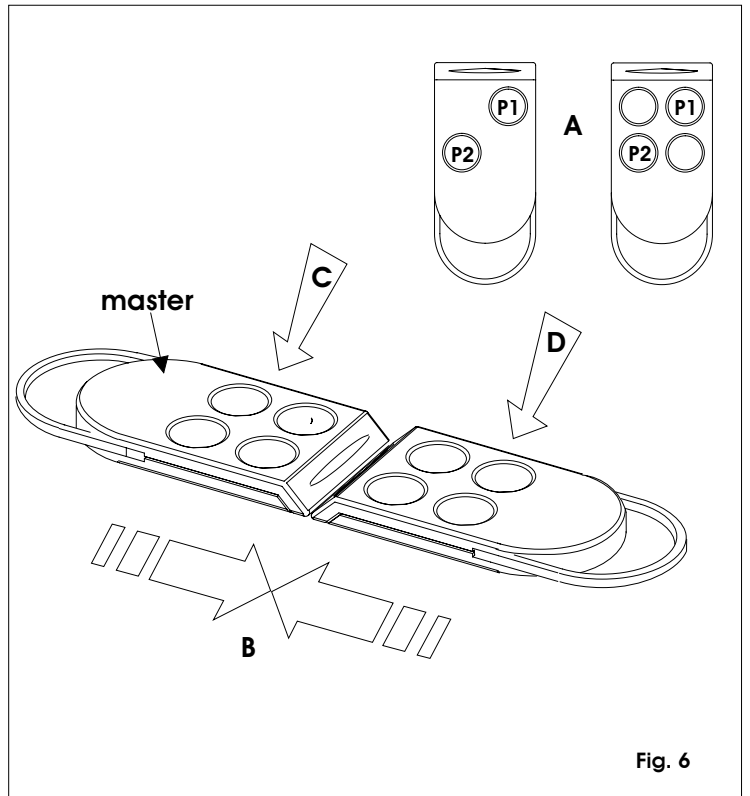

Fig. 6
- 1) Gleichzeitig die Tasten P1 und P2 des für die Kodierung der Anlage verwendeten Sende (Abb.6 Bezug.A) drücken und diese loslassen, wenn die LED-Diode aufleuchtet (nach ca. einer Sekunde).
- 2) Den Sende-Master **frontal an das zu kodierende Sendegerät heran schieben**, bis diese sich berühren (wie in Abb. 6 Bezug.B).
- 3) Auf dem Sende-Master (Abb. 6 Bezug.C) die Taste des für die Anlagenkodierung verwendeten Kanals drücken und gedrückt halten: die LED-Diode leuchtet dauerhaft auf.
- 4) Auf dem zu kodierenden Sendegerät (Abb. 6 Bezug.D) die Taste des gewünschten Kanals drücken und dann loslassen, wenn die LED-Diode sich nach einem zweifachen Aufblinken ausschaltet und damit die erfolgte Speicherung des "Anlagenkodes" bestätigt.